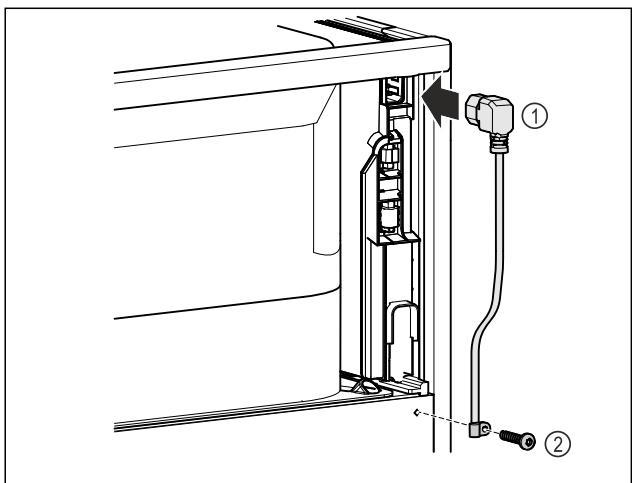

Fig. 11
- Zapojte zásuvku chladiaceho zariadenia sietového prívodu Fig. 11 (1) na zadnej strane zariadenia.
- Namontujte odľahčenie od ľahu. Fig. 11 (2)